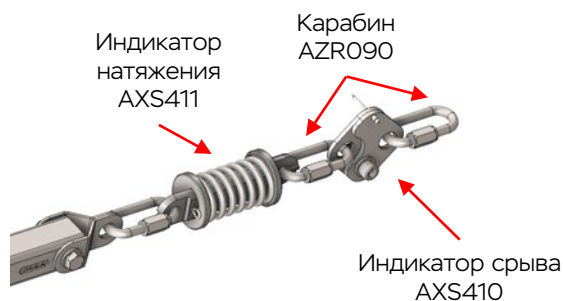

Рис. 8. Присоединение индикатора срыва арт. AXS410
6. Присоединить к индикатору натяжения арт. AXS411 (входит только в состав линии АКЦИОС С арт. AXSC012, AXSC020, AXSC026; если индикатора натяжения нет в составе линии, то индикатор срыва арт. AXS410 следует присоединить к амортизатору арт. AXS341 п. 5) индикатор срыва арт. AXS410 с помощью карабина (рис. 8). Проверить заперение муфты карабина в соответствии с п. 4.